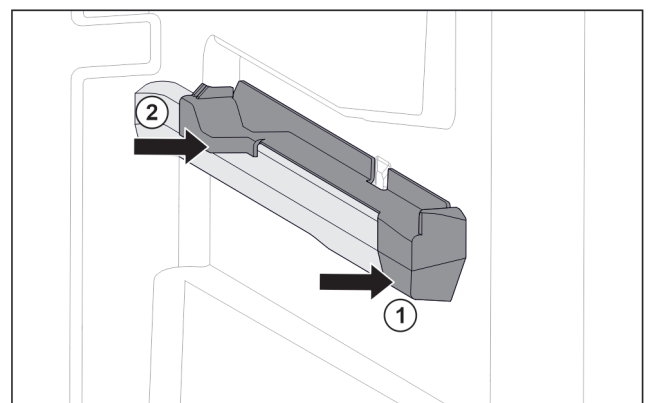

Fig. 70 Aufsteckteil auf der rechten Behälterrippe
- Aufsteckteil vorne an Behälterrippe ansetzen. Fig. 70 (1)
- Aufsteckteil hinten andrücken. Fig. 70 (2)